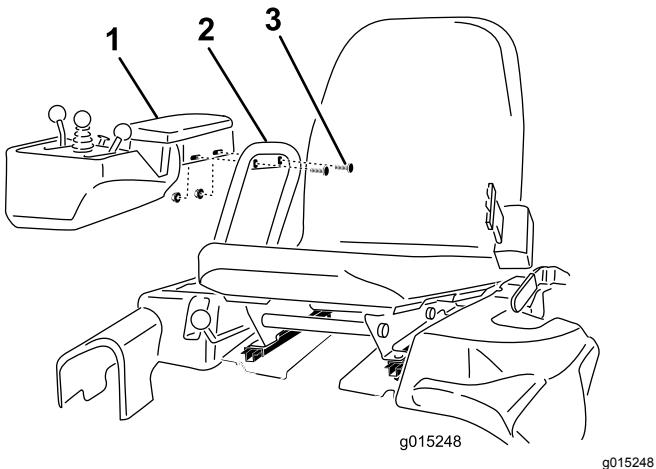

Figura 2
2. Retire los 2 pernos de cuello cuadrado y las tuercas que sujetan el reposabrazos al asiento (Figura 2). Guarde las fijaciones.